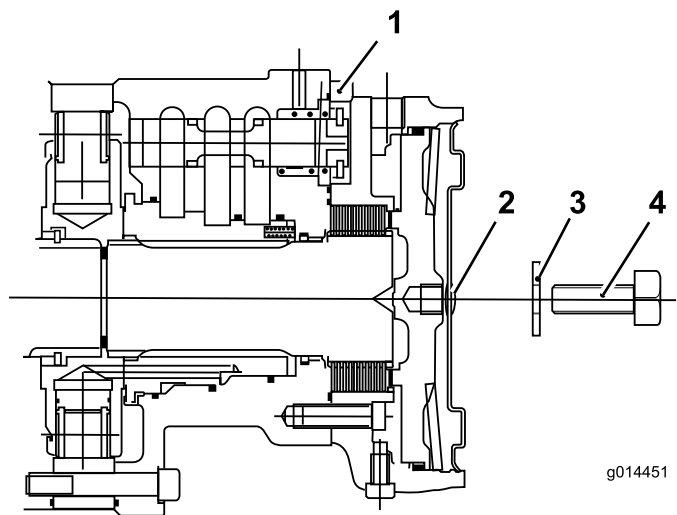

Figura 47
- C. Monte el tapón hexagonal en la placa de extremo del motor (Figura 47).